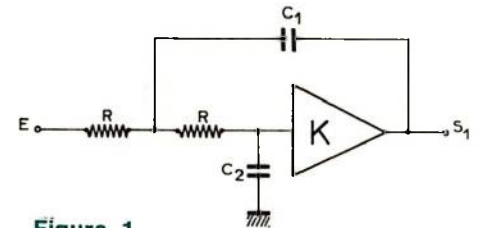
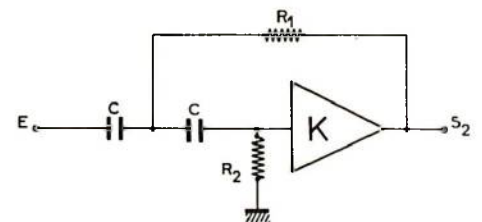

Figure 1
Figure 2
Les filtres actifs les plus fréquemment rencontrés sont constitués d'un ampli opérationnel monté en source contrôlée tension-tension de rapport K, K positif. Quatre composants passifs, deux résistances et deux condensateurs suffisent pour réaliser une structure passe bas **figure 1**, ou passe haut : **figure 2**, du second ordre. L'atténuation en bande coupée sera donc de 12 dB par octave ou 20 dB par décade.
Les filtres représentés aux **figures 1 et 2** sont réalisés selon la structure de Sallen et Key qui permet d'obtenir tous les types de réponse : Bessel, Butterworth, Legendre et Tchebycheff. Pour des applications audio, les réponses du type Legendre et Tchebycheff sont à éliminer, les courbes de propagation de temps de groupe possédant trop d'irrégularités. A ce propos, rappelons la manière dont est défini le temps de propagation de groupe noté  $\tau$  (tau). Toutes les composantes filtrées subissent un déphasage  $\varphi$  fonction de la fréquence en question. Et on a la relation  $\varphi = \omega\tau$ . Pour qu'un signal électrique soit transmis sans déformation par le filtre, il faut que celui-ci fasse subir à toutes les composantes du signal un retard constant : donc  $\frac{d\varphi}{d\omega} = \text{constante}$ .
de la **figure 1** a pour expression
Et celle du filtre de la **figure 2**
En conservant le filtre pour passe haut élémentaire de la figure 2 dont la fonction de transfert est donnée équation (2) On en déduit la fonction du nouveau filtre passe bas.